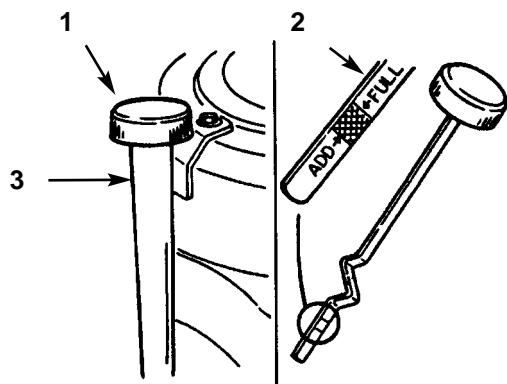

Figure 32
- A. Taper légèrement l'élément sur une surface plane pour éliminer poussière et saleté (Fig. 32).
3. Nettoyer la surface autour de la jauge d'huile (Fig. 32) pour éliminer les saletés qui pourraient tomber dans le trou de remplissage et endommager le moteur.
4. Dévisser la jauge et essayer la tige sur un chiffon propre (Fig. 32).
5. Revisser la jauge à fond dans le tube de remplissage (Fig. 32), puis la retirer à nouveau et vérifier le niveau sur la tige. Si le niveau est bas, verser doucement suffisamment d'huile dans le tube de remplissage pour atteindre la marque FULL (PLEIN).
- 7.. Verser approx. 80% de la quantité d'huile spécifiée dans le tube de remplissage (Fig. 32), puis contrôler le niveau; se reporter à la section *Contrôle du niveau d'huile*.